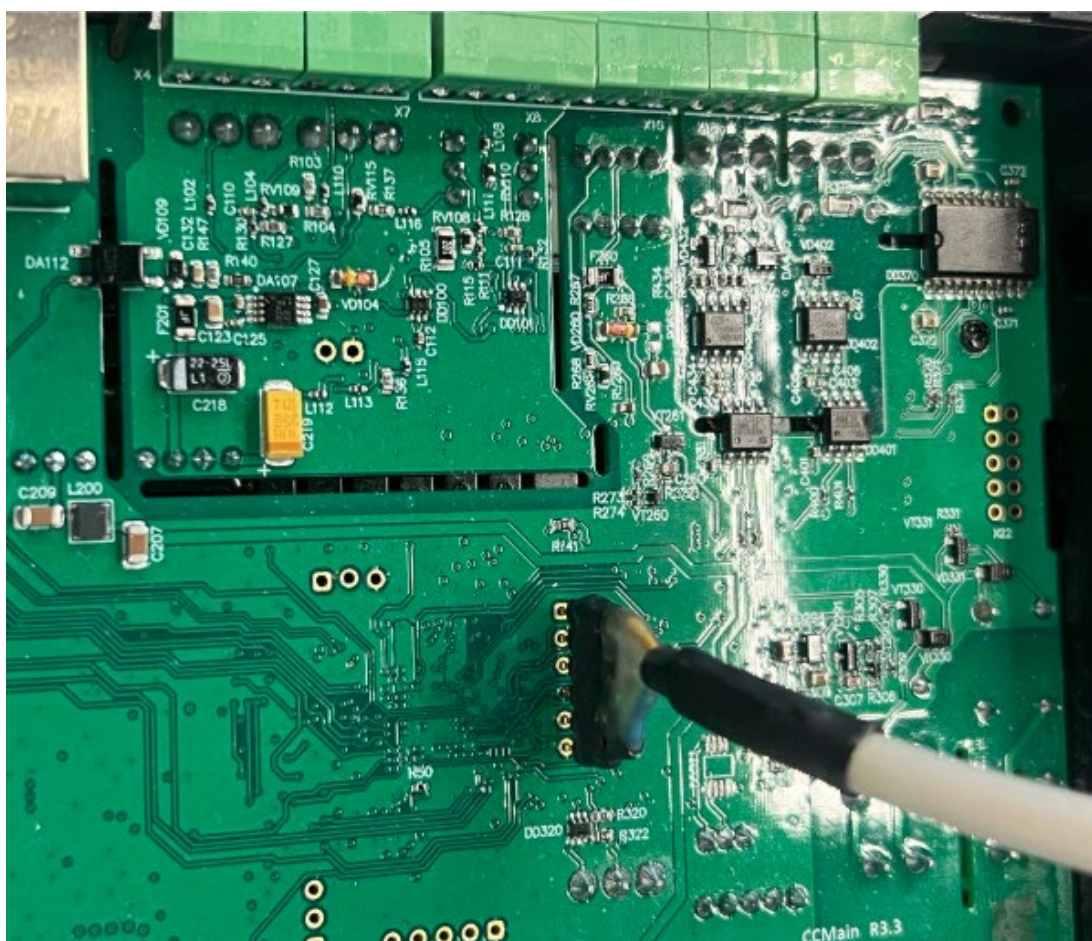

Рисунок 2. Включить сетевое питание контроллера.
- Установить вилку программатора в разъем программирования на плате «CCMain» контроллера (см. Рисунок 2).